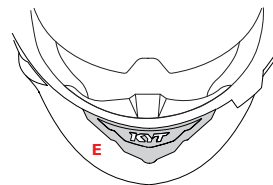

FIGURA 2
**PRESA D'ARIA FRONTALE MENTONIERA** — E — Figura 2/3
- Figura 2: presa d'aria completamente chiusa.